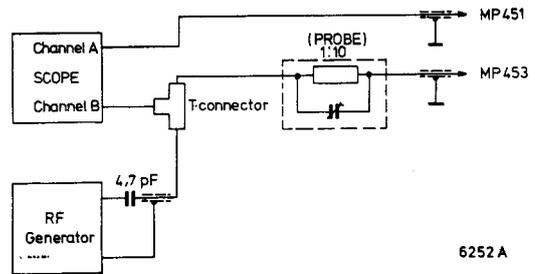

Fig. 14
- Schliesse einen Zweistrahloszillografen wie folgt an (siehe Abb. 14).